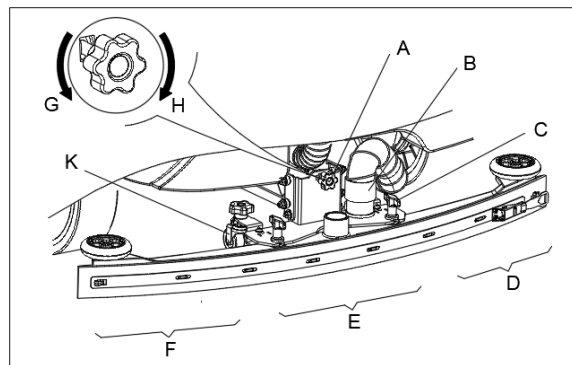

Figura 10
1. Instalar o limpador e aperte as porcas (C, Figura 10), e ligue a mangueira de aspiração (B) ao limpador.
2. Ajuste o limpador através do manopla de ajuste do limpador (A).
- a) Se existir um espaço entre o chão e a secção do meio da lâmina do limpador traseiro (E), ajuste o botão (A) no sentido horário (H) até todas as secções da lâmina do limpador traseiro estarem em contacto com o chão e a lâmina frontal tocar ligeiramente no chão.
- b) Se existir um espaço entre o chão e as secções do fim da lâmina traseira (D e F), ajuste o botão (A) no sentido anti-horário (G) até todas as secções da lâmina do limpador traseira estarem em contacto com o chão e a lâmina frontal tocar ligeiramente no chão.